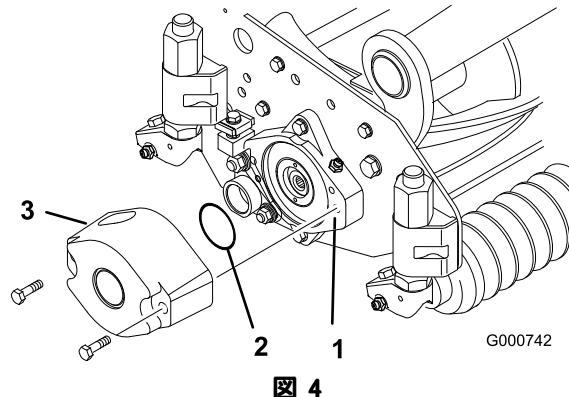
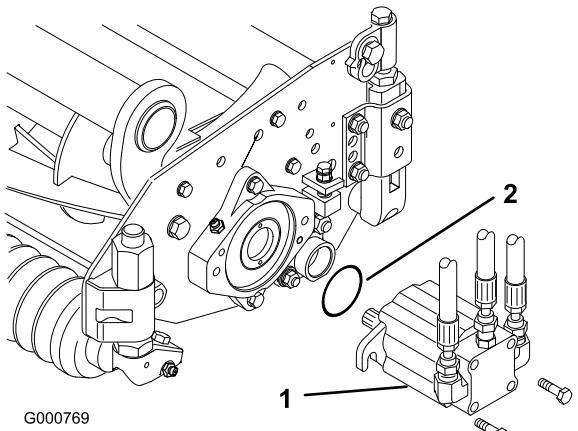

図 4
図 7
3. 大きなOリングにグリスを塗り、カッティングユニット両側のベアリング・ハウジングの溝にそれぞれ取り付ける（図 4 と 図 7）。
4. 付属のキャップスクリュを使って、各カッティングユニットにカウンタウェイトを取り付ける（図 4）。
13. リールモータを各カッティングユニットに装着し、付属のキャップスクリュ2本で固定する(図 7)。